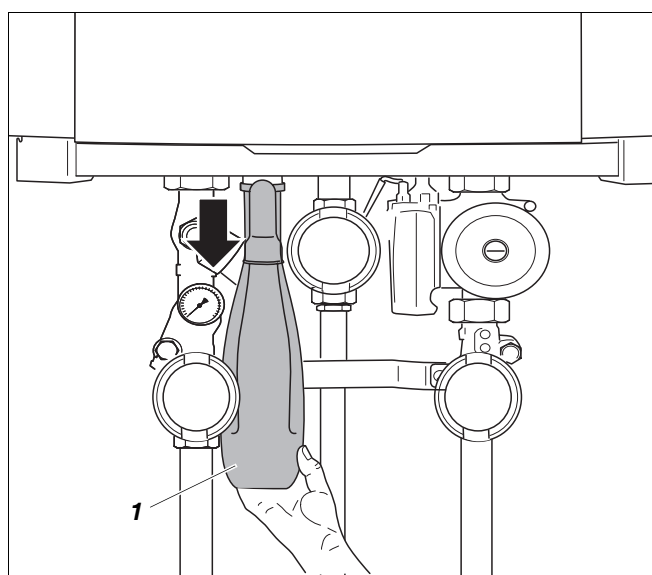

Рис. 118 Отсоединение сифона от группы подключения
- Отсоединить сифон от муфты и извлечь (Рис. 118, поз. 1).